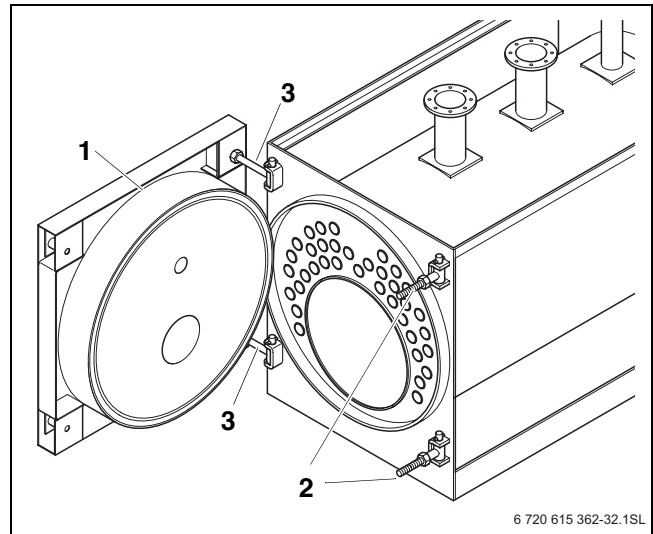

Рис. 32 Открывание дверцы горелки
- Закройте дверцу горелки и затяните гайки (→ рис. 32, стр. 36).